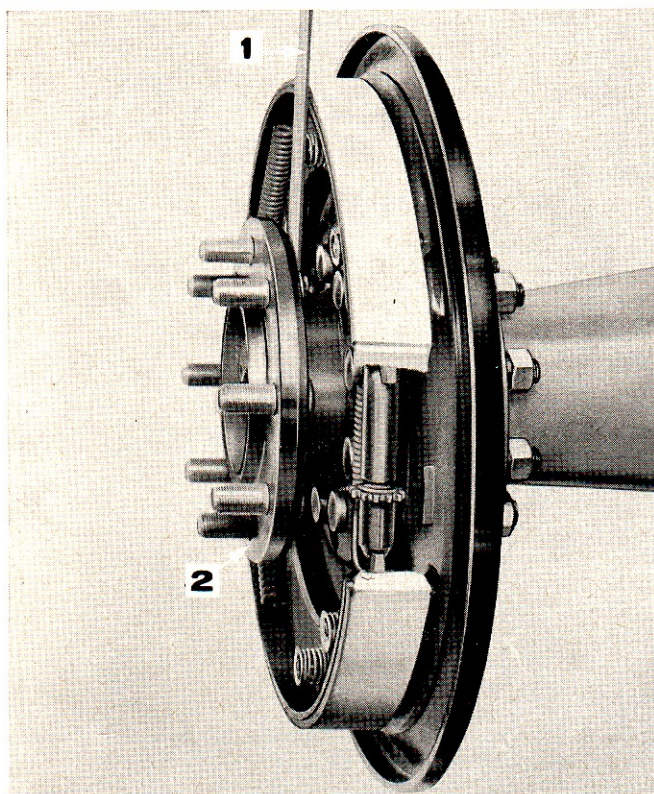

Figure 15: Extraction de l'arbre de roue
- a. A l'aide d'un levier ou d'un outil similaire, exercer sur l'arbre de roue un effort vers l'extérieur de telle façon que le cône de roulement repose parfaitement dans sa cuvette (Figure 15).